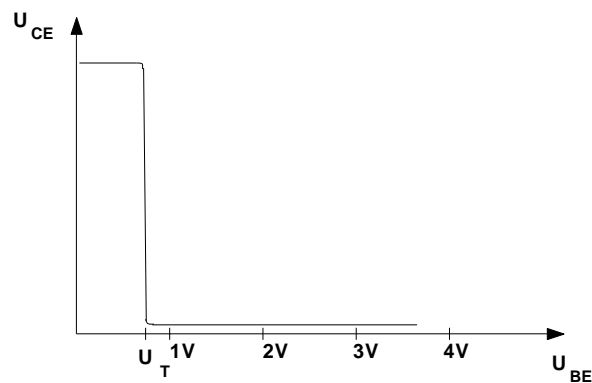

Abb. 5.1: Die Übertragungskennlinie eines Inverters.
9. Überlegen Sie grafisch welche Pulsweiten sich ergeben wenn eine Vorspannung von  $0,5\text{ V}$  anliegt, im Vergleich zu einer Vorspannung von  $0\text{ V}$ . Nehmen Sie als Amplitude der Sinusschwingung  $1\text{ V}$  an. Benutzen Sie Abb. 5.1